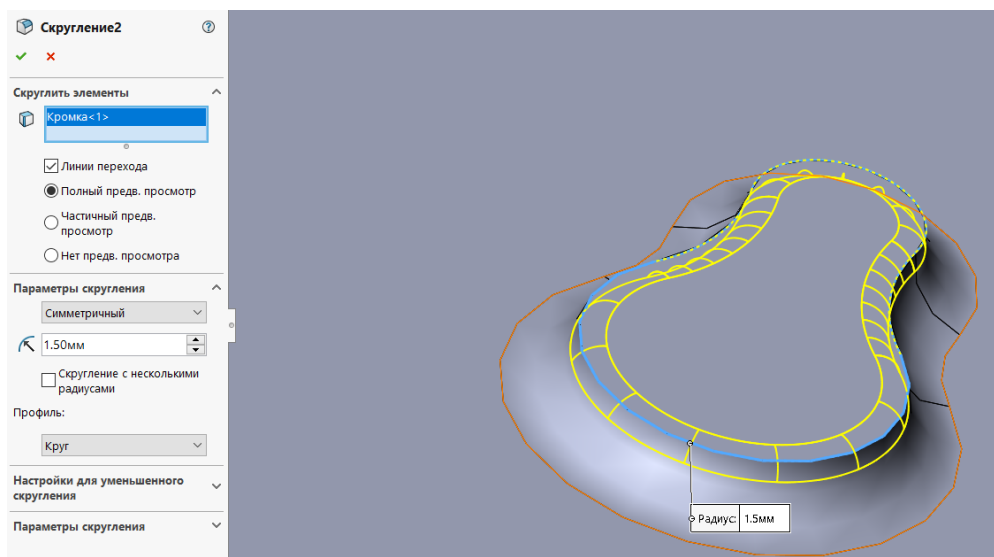

Рисунок 30 - скругление верхней кромки петли
47. Повторить пункт 46 верхней кромки. Радиус скругления 1.5 мм (рис. 30).